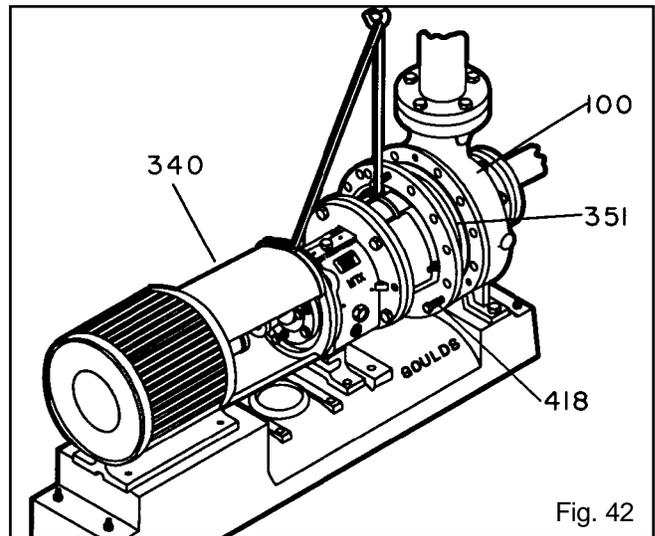

Fig. 42
Adaptador de cara C: - Coloque una eslinga del montacargas a través del adaptador para el bastidor (108) o del bastidor (228A) para el modelo STX y una segunda eslinga desde el montacargas a través del adaptador de cara C (Fig. 42).
- Quite los pernos de la carcasa (370).